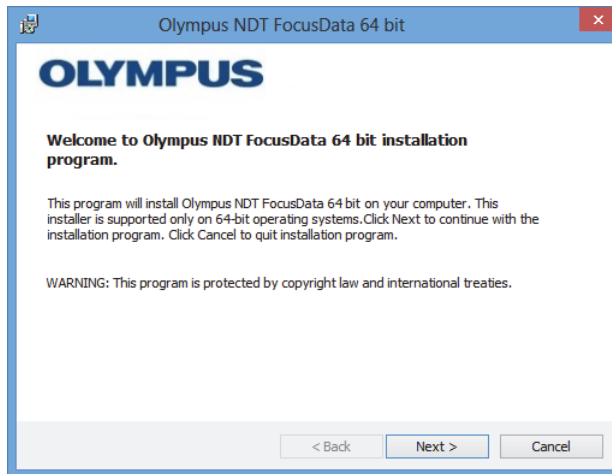

Abbildung 1-5 Seite Welcome
4. Klicken Sie auf der Seite **Welcome** (Willkommen) des Installationsassistenten auf **Next** (Weiter) (siehe Abbildung 1-5 auf Seite 16).